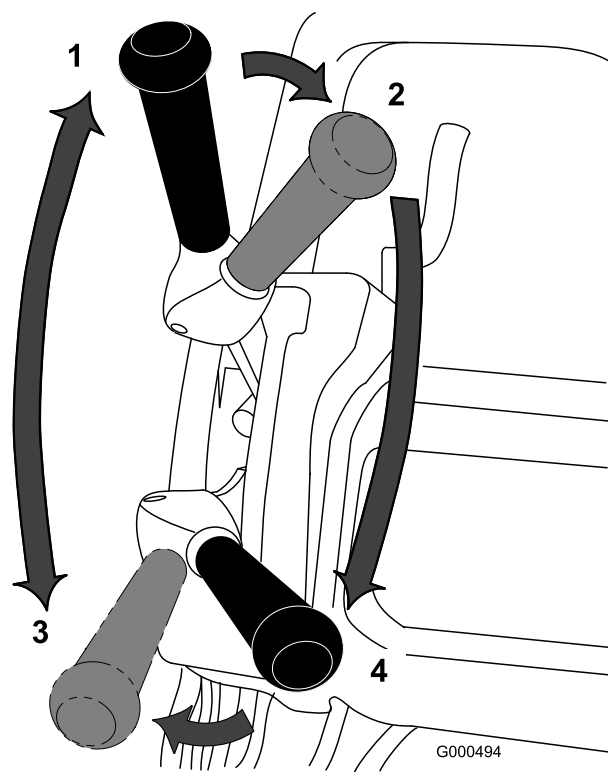

Рисунок 32
1. Запустите двигатель, установите дроссельную заслонку на пониженные обороты двигателя, нажмите на рукоятку вниз, чтобы поднять режущий блок, нажмите механизм контроля присутствия оператора, переведите рычаг управления тягой и приводом барабана в положение ПЕРЕДНИЙ ХОД (транспортировка) и переместите машину на край грина (Рисунок 32).
2. Переведите рычаг в НЕЙТРАЛЬНОЕ положение(Рисунок 32).
3. Переведите рычаг в положение «тяга — НЕЙТРАЛЬНОЕ положение, привод барабана ВЫКЛЮЧЕН»(Рисунок 32).
4. Переведите рычаг в положение «тяга — ПЕРЕДНИЙ ХОД, привод барабана ВКЛЮЧЕН» (Рисунок 32), увеличивайте с помощью дроссельной заслонки обороты двигателя до тех пор, пока машина не будет двигаться с требуемой скоростью, переместите машину на грин, опустите режущий блок на землю и начните скашивание.